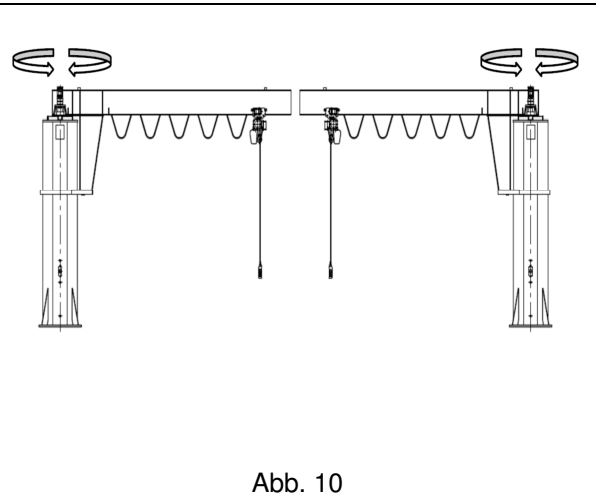

Abb. 10
- Die Eignung der für den Auslegerkran verfügbaren Manövrierbereiche (Rotation) prüfen, insbesondere falls dieser in Bereichen eingesetzt wird, in denen andere Krane oder Umschlaggeräte verwendet werden (Abb. 10).